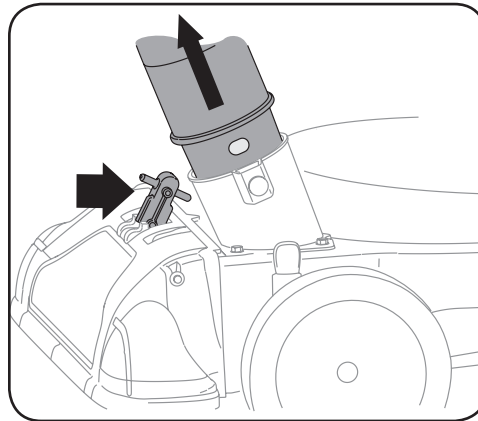

Figura 4-4
1. Coloque la palanca del pico / manguera de la aspiradora en la posición superior del pico para aspirar a través del mismo. Vea la Figura 4-4.
2. El perno con resorte debe estar en el primer orificio (el más cercano al final del tubo) del adaptador de la manguera para operar el pico de la misma. Vea la Figura 4-4.